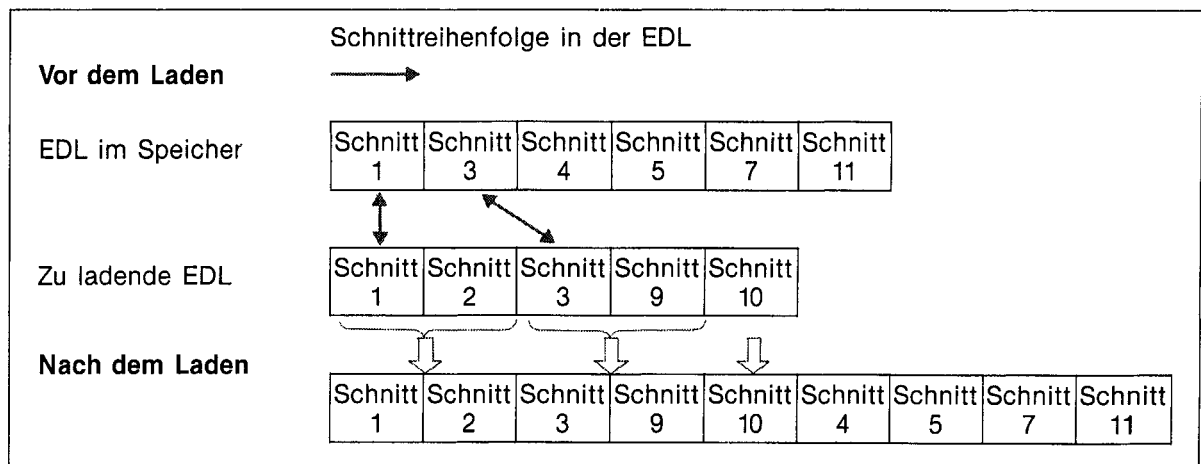

Abb. 5-31 Laden mit EDL-Beibehaltung
- **Laden mit EDL-Beibehaltung:** Vergleicht Schnittnummern in einer geladenen Schnittliste mit denen einer im Speicher befindlichen Schnittliste und ersetzt dann die Daten gleicher Nummern durch die Daten der geladenen Schnittliste. Die Daten ungleicher Schnittnummern der im Speicher befindlichen Schnittliste bleiben erhalten und die der neuen Schnittliste werden geladen, ohne daß die Schnittdaten geändert werden (siehe Abb. 5-31 unten).